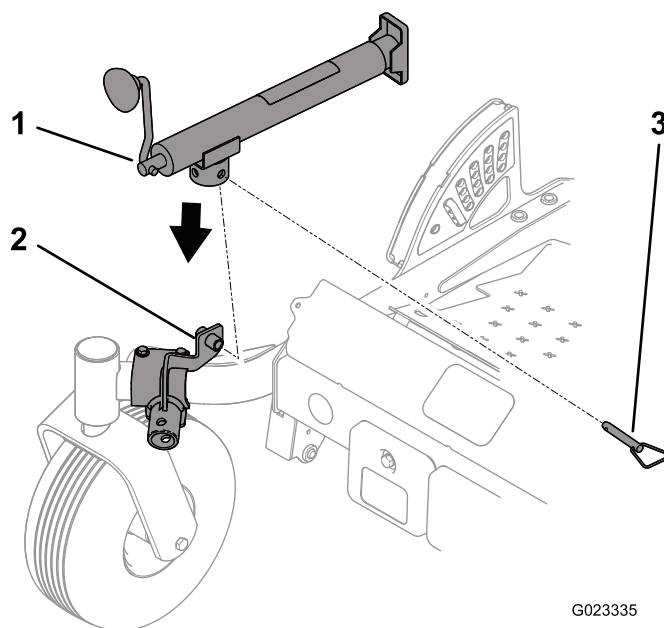

Figura 3
- Allineate i fori del tubo del cavalletto con il foro sul tubo di riposizione nella parte superiore del supporto del cavalletto (Figura 3).
- Fissate il cavalletto al tubo di riposizione con il perno del cavalletto (Figura 3).